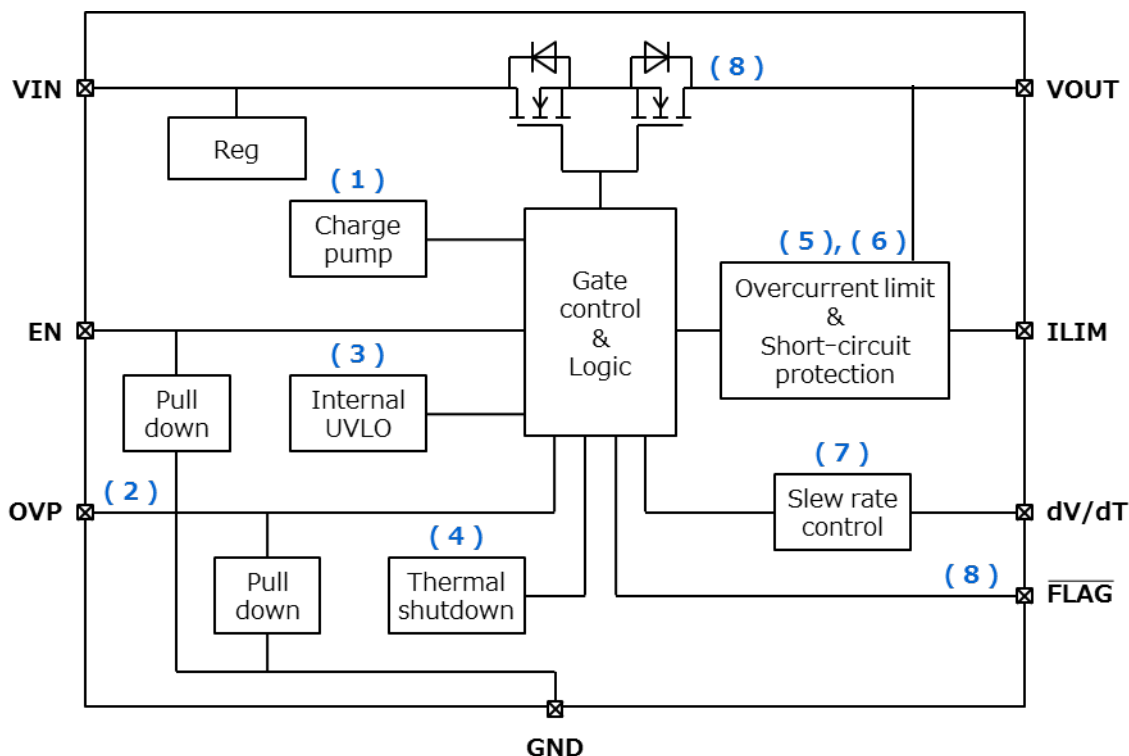

図 5.1 TCKE712BNL のブロック図
6.1. チャージポンプ回路 [図 5.1 (1)]
6.2. 過電圧保護回路 [図 5.1 (2)]
6.3. 低電圧誤動作防止回路 (UVLO) [図 5.1 (3)]
6.4. 過熱保護回路 [図 5.1 (4)]
6.5. 過電流保護回路 [図 5.1 (5)]
6.6. 短絡保護回路 [図 5.1 (6)]
6.7. 突入電流抑制回路 (スルーレートコントロール) [図 5.1 (7)]